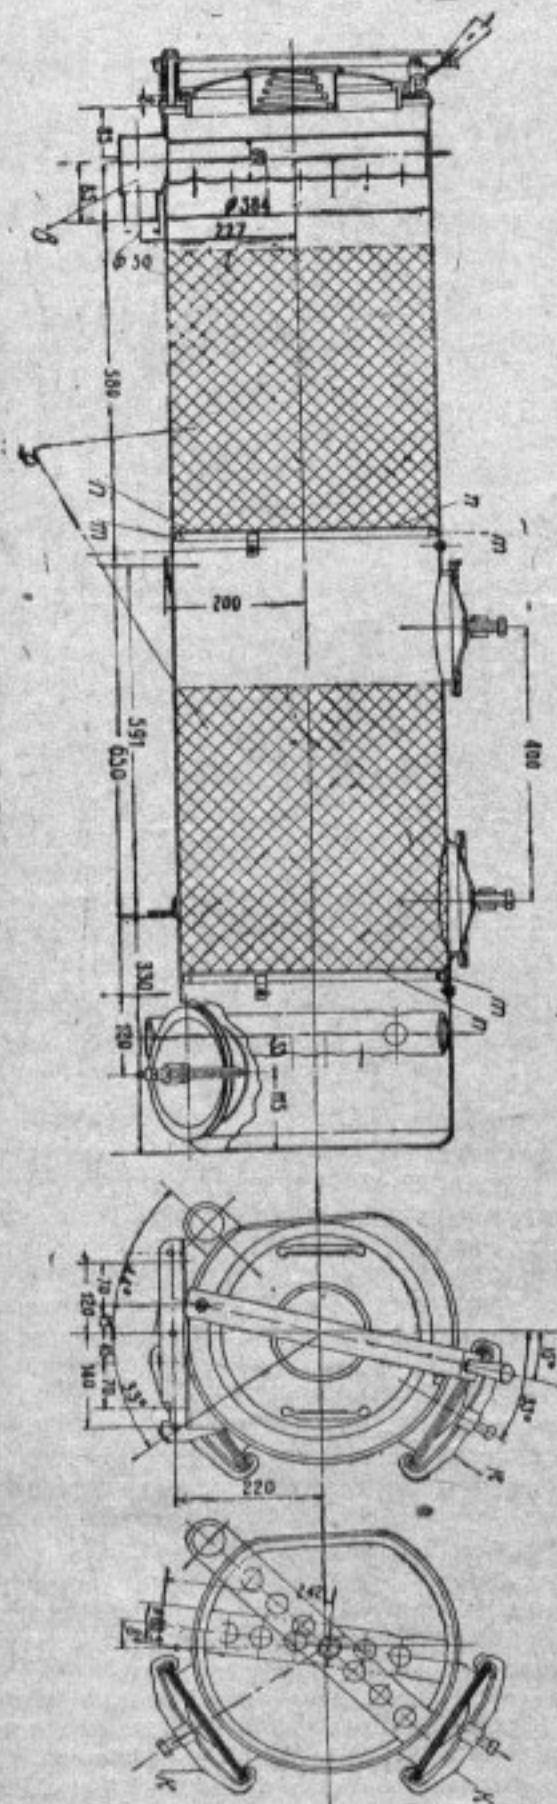

Рис. 5. Тонкий очиститель
3. Вертикального очистителя для тонкой очистки газа (рис. 5), монтируемого с правой стороны автомобиля сзади кабины.
**Тонкий очиститель** (рис. 5), в который газ попадает из батареи очистителей по трубе а, представляет собой вертикальный цилиндрический резервуар, внутри которого имеется два слоя колец Рашига (мелкие трубочки из листового жедеза). Кольца Рашига р лежат на сетчатой решетке п, укрепленной на опоре т. Для промывки фильтра и заполнения его кольцами Рашига служат люки к. Очищенный газ из очистителя по трубке в подводится к смесителю.